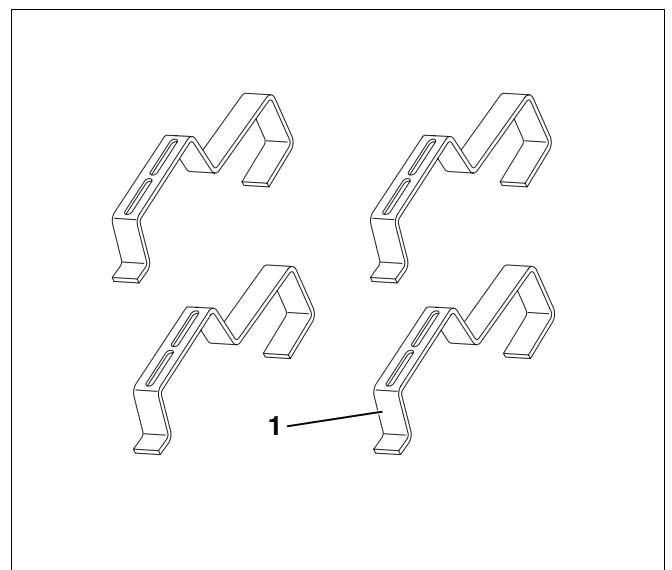

Fig. 5 Conjunto de montagem - Ganchos de fixação para telhado
4.2.4 Conjunto de montagem - Ganchos para telhado (para telhas cerâmicas) – Fig. 5